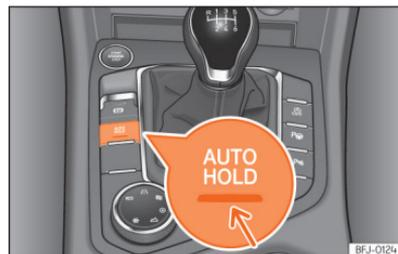

Abb. 155 Im unteren Bereich der Mittelkonsole: Funktionstaste Auto Hold.
-  Wenn die Auto-Hold-Funktion aktiviert ist, leuchtet die Kontrollleuchte im Kombi-Instrument grün. Die Kontrollleuchte der Taste  \ggg (Abb. 155) leuchtet dauerhaft, während die Auto-Hold-Funktion eingeschaltet ist.